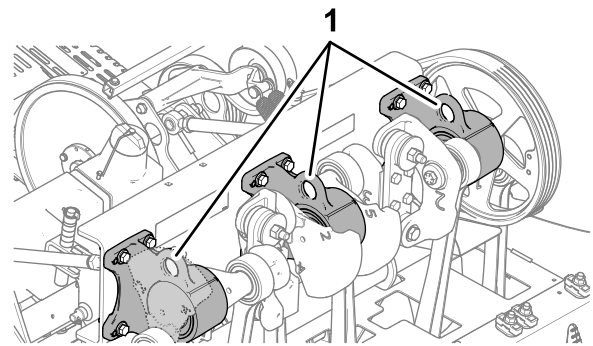

**Bild 138**
3. Stellen Sie den Wagenheber sicher unter den Tragarm des Vorderrads (Bild 138).